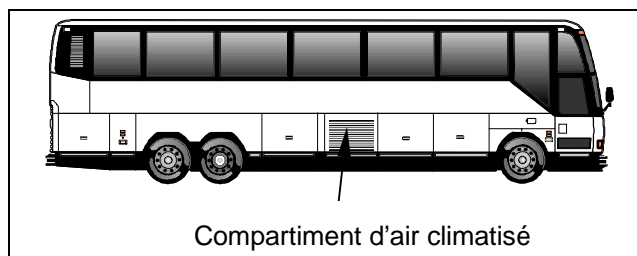

FIGURE 1: COMPARTIMENT A/C
1. Enlever les boulons, les rondelles et les écrous qui maintiennent le réservoir à la cloison de compartiment d'air climatisé (Figures 1 et 2).